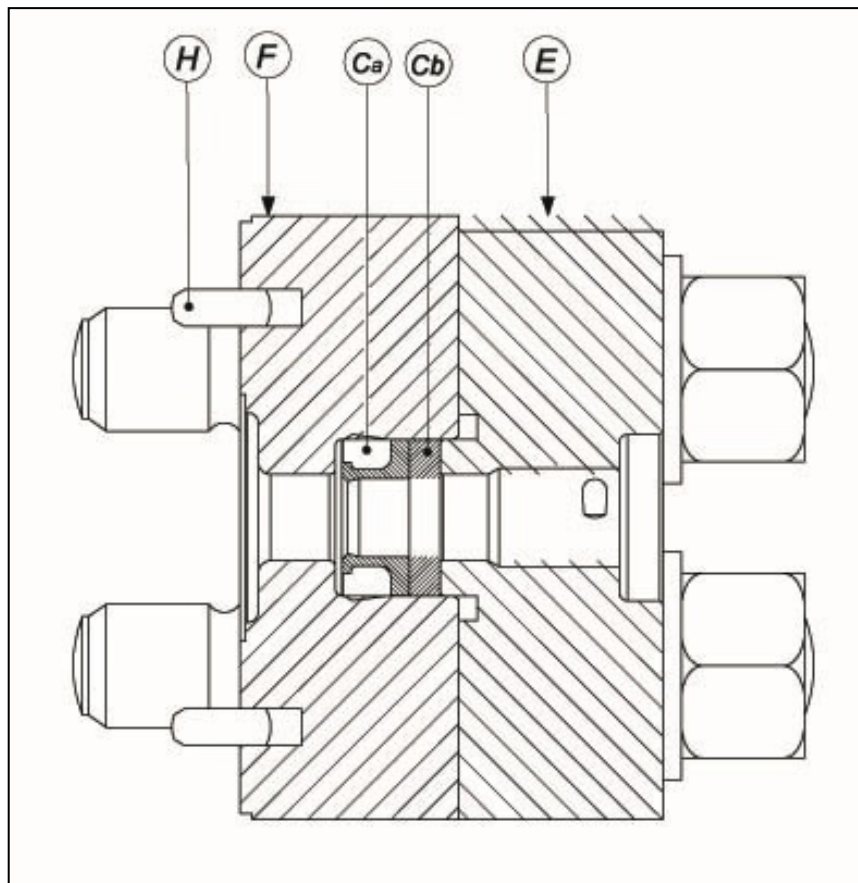

ABBILDUNG 4.4.4
Für das Einsetzen der Dichtungen siehe Abbildung 4.4.4, hier ist der spezifische Zusammenbau der Elemente der Kolbenpackung dargestellt:
- das Paket (C) vorbereiten, das aus folgenden zwei Elementen besteht: einem Dichtelement (Ca) und einem Führungselement (Cb)
- das Dichtelement des Pakets (Ca) lt. dem in Abbildung 4.4.4 angegebenen Sinn in den Aufnahmeflansch (F) einsetzen
- das Führungselement des Pakets (Cb) rückseitig in den Aufnahmeflansch (F) einsetzen
- an die Rückseite des Paket-Aufnahmeflanschs (F) den Befestigungsflansch (E) anlegen
- die zusammengebaute Einheit auf die Kopfplatte montieren und dabei mithilfe der Zentrierstifte (H) ausrichten